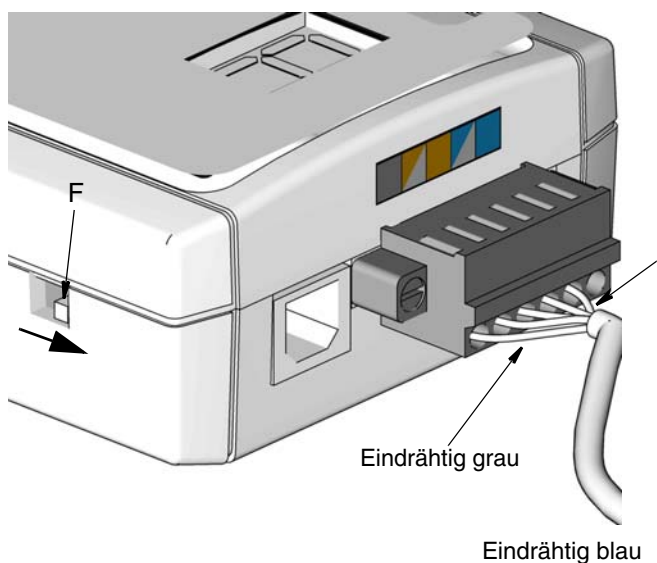

ABB. 9
**ANMERKUNG:** Die eindräftige graue und der eindräftige blaue Ader aus ABB. 9 sind als Referenz gekennzeichnet, um eine korrekte Ausrichtung der Komponenten sicherzustellen, wenn der Sendeempfänger mit dem RS422-Kabel verbunden wird
Beachten Sie zum richtigen Verbinden des RS422-Kabels mit dem Sendeempfänger die Farbe der Adern auf dem Schaltplan (ABB. 9).
- Verbinden Sie den USB-Stecker (1) mit dem USB-Port des Computers (2). Stecken Sie zuerst das Ende des Netzkabels in den Stromeingang des Sendeempfängers (A) und dann das andere Ende des in eine Netzsteckdose (120-240 V AC).
- Achten Sie darauf, den Auswahlschalter (F) in die richtige Position für eine RS422-Verbindung zu setzen. Zu den Schalterpositionen siehe ABB. 9.